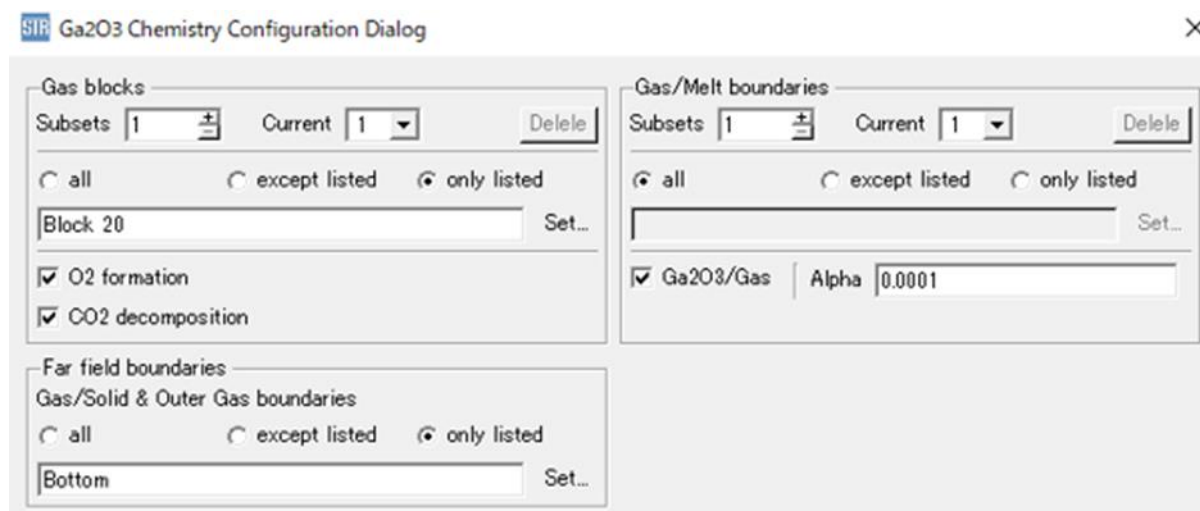

図 5. Ga2O3 成長の Chemical Model 設定画面
- Ga2O3 融液成長の Chemical Model の追加 (図 5)